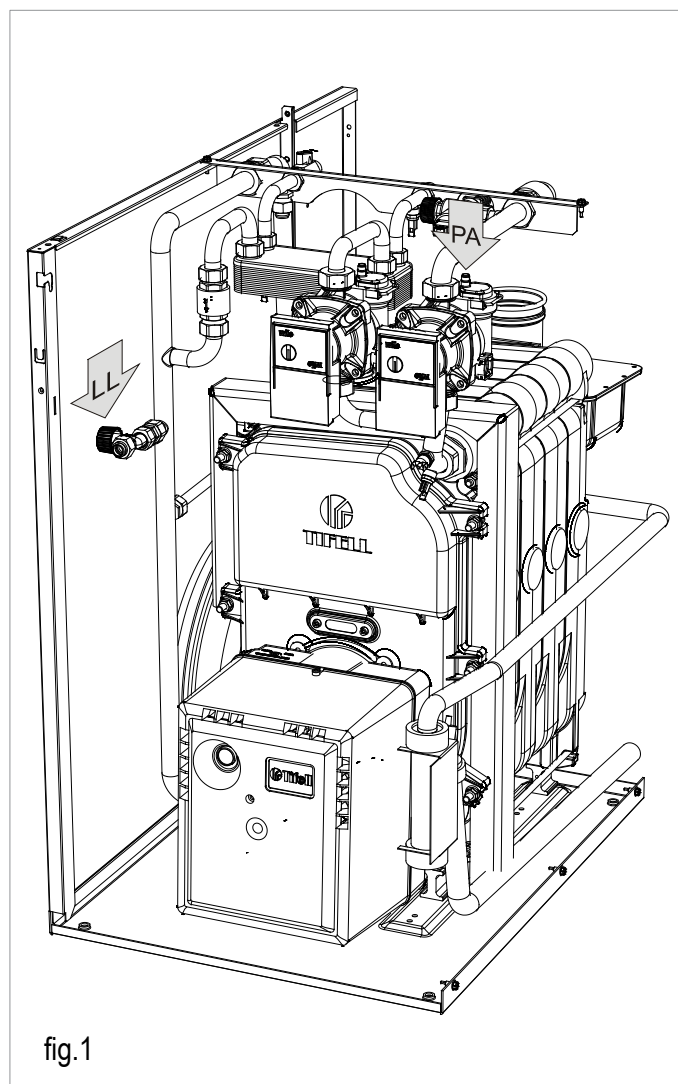

fig.1
- Abrir la llave de llenado 'LL' (fig.1) para permitir la entrada de agua al circuito. El llenado debe de realizarse lentamente con el fin de facilitar la eliminación del aire contenido en el aparato y en la instalación.
- Abrir los purgadores de la caldera 'PA' (fig.1) y de la instalación y controlar el proceso de eliminación del aire. Cuando comience a salir agua cerrar los purgadores de los radiadores.